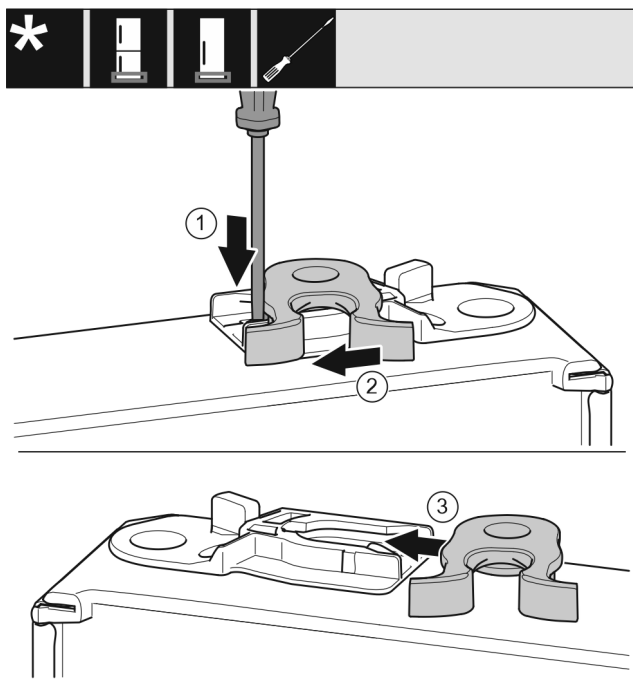

Fig. 23*
- Odvijačem s ravnom glavom pritisnite spojnicu Fig. 23 (1) prema dolje.*
- Izvucite kuku za zatvaranje Fig. 23 (2) iz vodilice.*
- Gurnite kuku za zatvaranje Fig. 23 (3) na drugoj strani u vodilicu.*